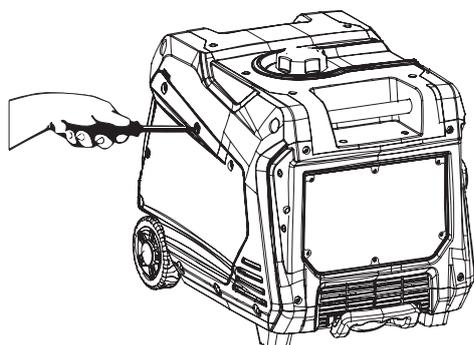

Figure 13: Retirez le panneau de service du moteur
2. Retirez le panneau de service du moteur pour accéder au filtre à air (voir figure 13).
1. Retirez le panneau de service du moteur pour accéder au carburateur (voir la figure 13 à la page 16).
3. Retirez le panneau de service de l'appareil pour avoir accès à la bougie (voir figure 13 à la page 16).